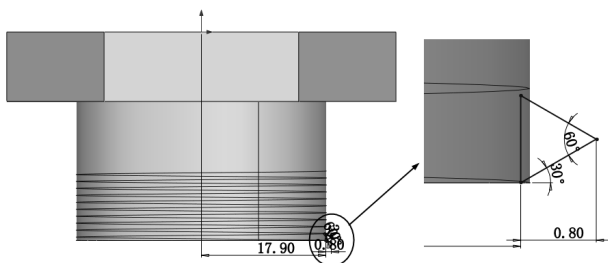

图 12-40 绘制扫描截面
**03** 绘制扫描截面。在左侧的“FeatureManager 设计树”中用鼠标选择“上视基准面”作为绘制图形的基准面。单击“草图”控制面板中的“直线”按钮, 绘制草图轮廓, 标注并修改尺寸, 如图 12-40 所示。